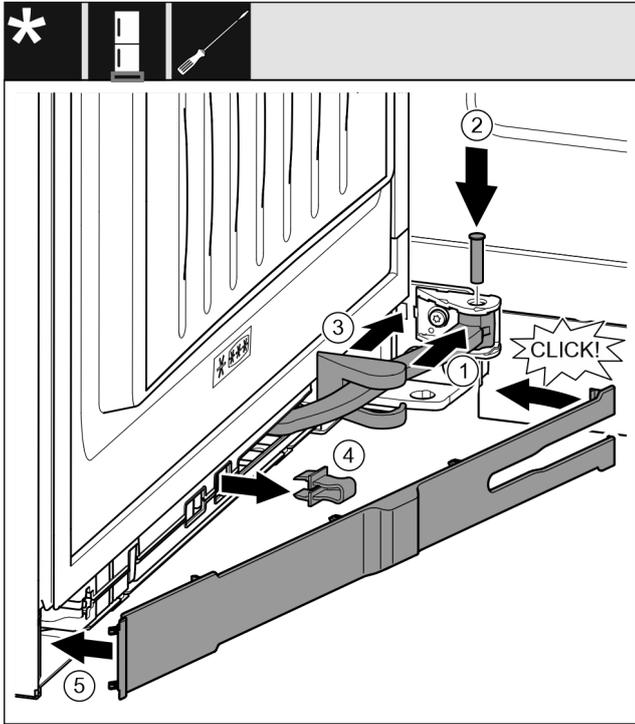

Fig. 39
- ▶ Girar la bisagra hacia la suspensión. Fig. 39 (1)
- ▶ Utilice un destornillador T15 para insertar el perno en la suspensión y la bisagra. Asegúrese de que la leva de encastre está correctamente asentada en la ranura. Fig. 39 (2)
- ▶ Deslizar la cubierta del soporte del cojinete a lo largo de la bisagra y colocar sobre la suspensión. Fig. 39 (3)
- ▶ Retirar el fusible. Fig. 39 (4)
- ▶ Colocar el panel por el lado del tirador y girar hacia dentro. Fig. 39 (5)